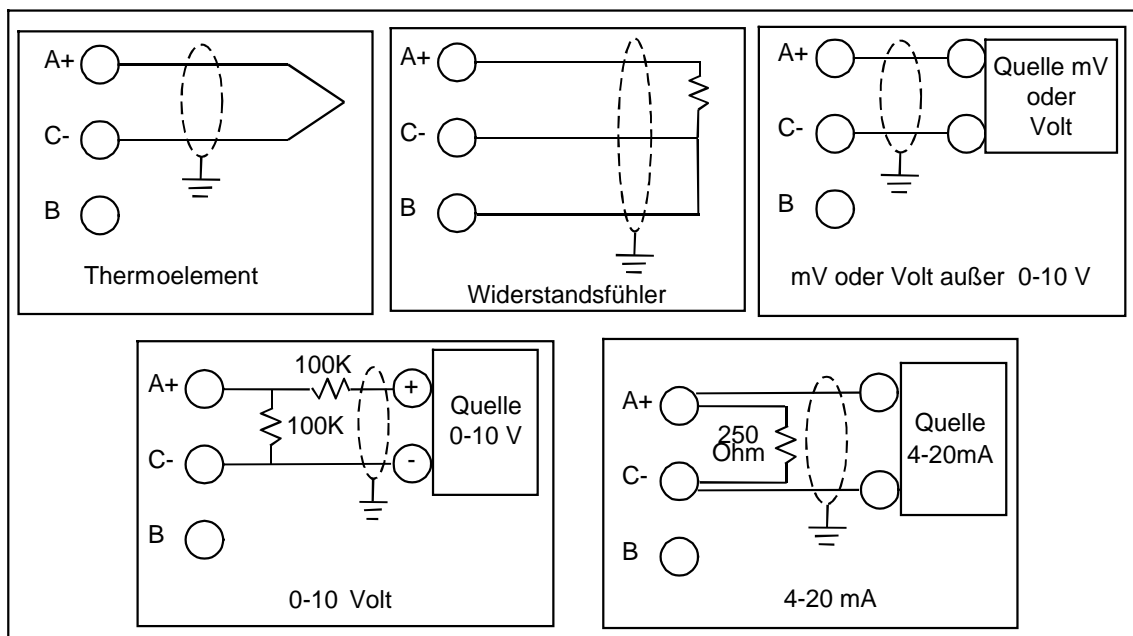

Abbildung 2-6 Kabelverbindungen bei Analogeingängen
Siehe Tabelle 1-1 Spezifikationen für geeignete Spannungs- und Stromeingangswerte. Schließen Sie die Strom- und Spannungseingänge wie in Abbildung 2-6 gezeigt an die entsprechend gekennzeichneten Klemmen an.
2. Auf Anfrage werden solche Widerstände an diese Klemmen angeschlossen, siehe Abbildung 2-6. Verwenden Sie Teilenummer 311285 für 4-20 mA Eingangssignal-Umwandlung in 1-5 V.